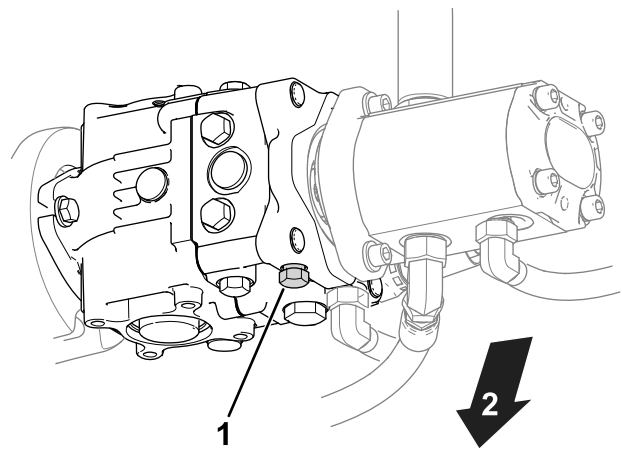

Bild 24
1. Ermitteln Sie das Sicherheitsventil an der Pumpe (Bild 24).